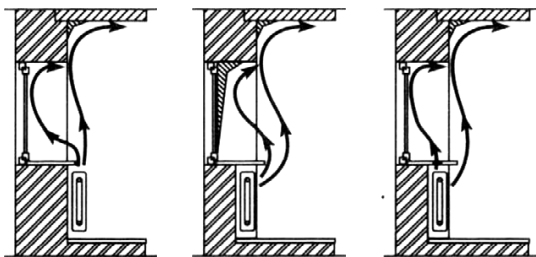

Рис. 3. Движение тепловых потоков от радиатора отопления
- Подоконник Вашего оконного блока должен иметь такую ширину, чтобы теплый воздух от отопительного прибора мог свободно подниматься вверх, вдоль плоскости оконного блока, обеспечивая нормальную круговую циркуляцию воздуха в комнате (рис. 3). Желательно также, чтобы шторы и жалюзи не мешали проникновению теплого воздуха к оконному блоку из ПВХ. Не рекомендуется перекрывать подоконной доской более 1/3 радиатора отопления, в случае если это невозможно, необходимо устраивать в подоконнике вентиляционные каналы (с декоративными решетками) для прямого прохождения теплового потока на оконный блок. В целях предотвращения обмерзания стеклопакетов зимой рекомендуется устанавливать жалюзийные решетки в подоконники.